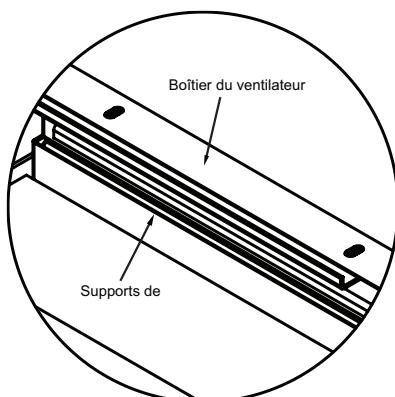
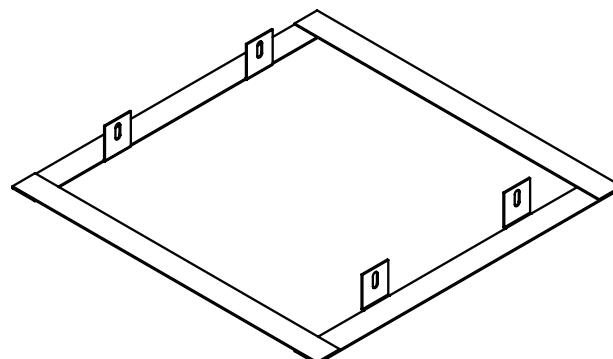

Figure 3
Figure 4
4. Avec le registre fixé au boîtier du ventilateur, fixez les supports de fixation fournis. Positionnez les supports de fixation sous les brides de fixation du registre ou sous le boîtier du ventilateur, comme nécessaire. Positionnez la fente de sorte à l'aligner avec les trous dans le boîtier du ventilateur et/ou les trous dans les brides de montage du registre (Voir Figure 3). Les supports peuvent être ajustés pour passer entre les supports du registre. Une fois les supports ajustés, fixez-les à la bride du boîtier du ventilateur au moyen de quatre écrous #10-32 fournis. Deux attaches par côté au minimum sont nécessaires.
5. Fixez les supports de fixation aux supports du registre au moyen de vis à bois d'un minimum de 2" (51) de longueur à un endroit au minimum par support. Assurez-vous que le bas du registre/ventilateur soit aligné avec le bas du plâtre une fois installé. Placez le registre/ventilateur en fonction de la présence d'une barre résiliente et de l'épaisseur du plâtre. Veuillez vous reporter aux assemblages UL plancher/plafond ou toit/plafond pour référence.
6. Une fois le plâtre en place, fixez la cloison sèche de support (Voir Figure 4) au registre au moyen des vis filetées #8 fournies à quatre endroits au minimum. L'assemblage de cloison sèche de support doit être ajusté avec le bas du plâtre pour que le plâtre soit en appui sur la cloison sèche de support.